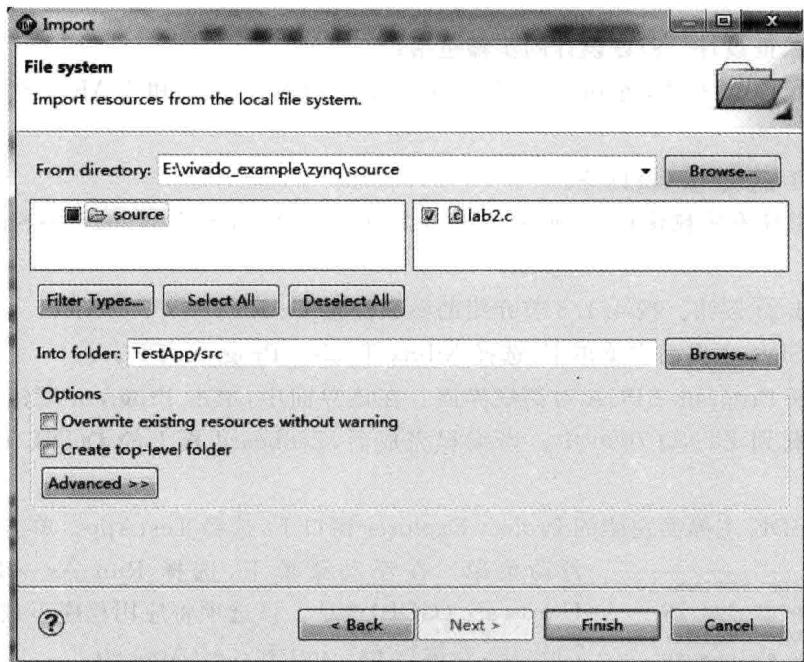

图 4.53 定位源文件界面
(19) 如图 4.53 所示,出现 Import(导入)对话框界面。在该界面内,单击  按钮。将路径定位到:
在图 4.53 中,选中 lab2.c 前面的复选框。